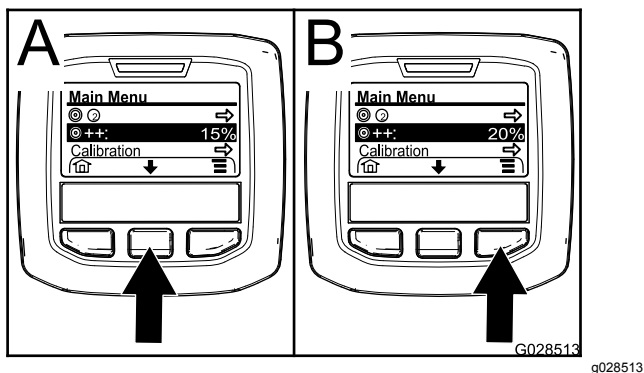

Figura 68
2. Se necessário, carregue no botão de seleção central para realçar o aumento da taxa de aplicação (Figura 68).
Nota: O ícone do aumento da taxa de aplicação parece dois sinais (+) à direita de um alvo (Figura 68).
3. Carregue no botão de seleção direito (Figura 68) para aumentar a percentagem de aumento em incrementos de 5% (máximo 20%).